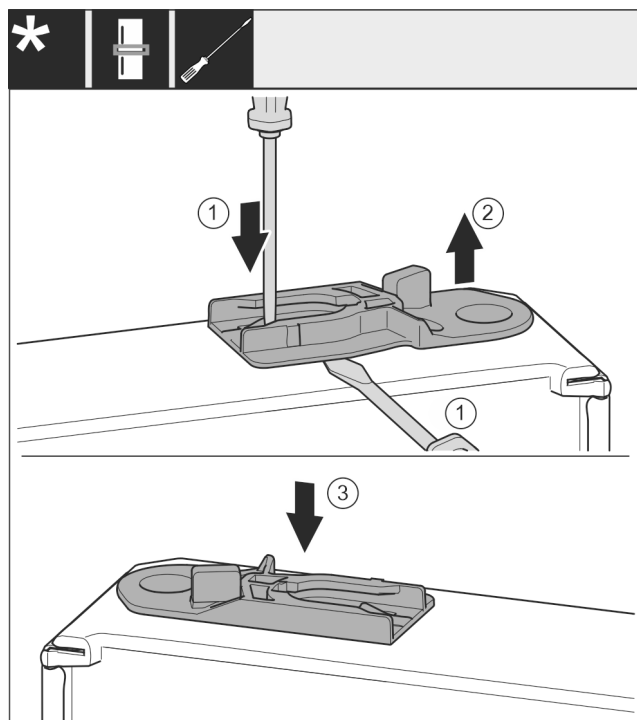

Fig. 53 *
- ▶ Vytáhněte vodící pouzdro: Stiskněte jazýček Fig. 53 (1) šroubovákem a současně plochým šroubovákem zajedťte pod vodící pouzdro Fig. 53 (2)*.
- ▶ Vodící pouzdro Fig. 53 (3) přiložené v příslušenství zasuňte na druhé straně pláště.*